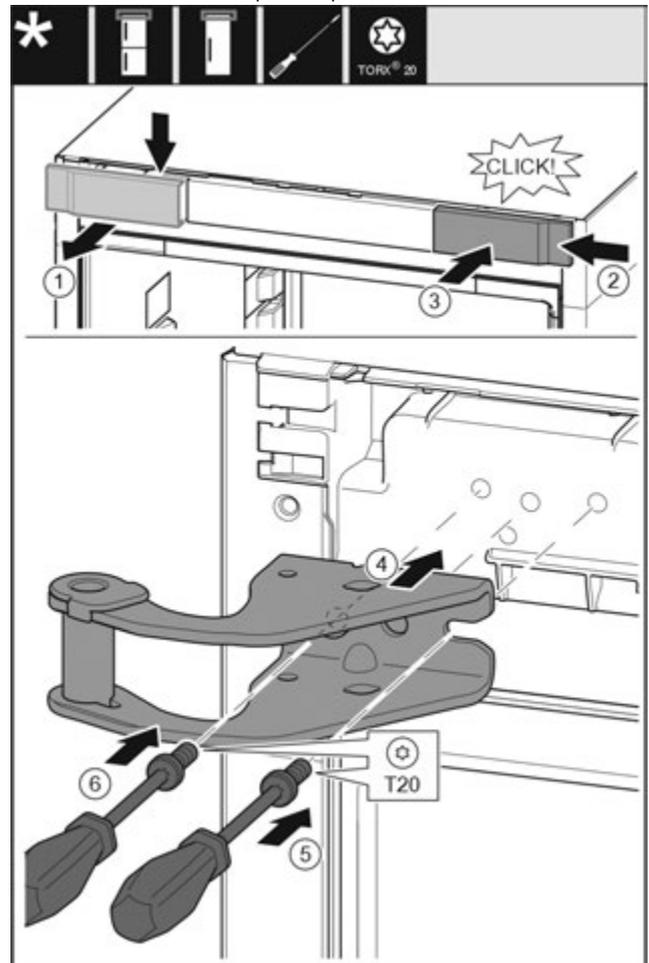

Fig. 9
- ▶ Зніміть кришку вгору вперед. *Fig. 9 (1)*
- ▶ Почепіть кришку, що повернута на 180°, з іншого боку праворуч. *Fig. 9 (2)*
- ▶ Зафіксуйте кришку. *Fig. 9 (3)*
- ▶ Встановіть верхній опорний кронштейн. *Fig. 9 (4)*
- ▶ Встановіть та закрутіть гвинт за допомогою викрутки T20. *Fig. 9 (5)*
- ▶ Встановіть та закрутіть гвинт за допомогою викрутки T20. *Fig. 9 (6)*